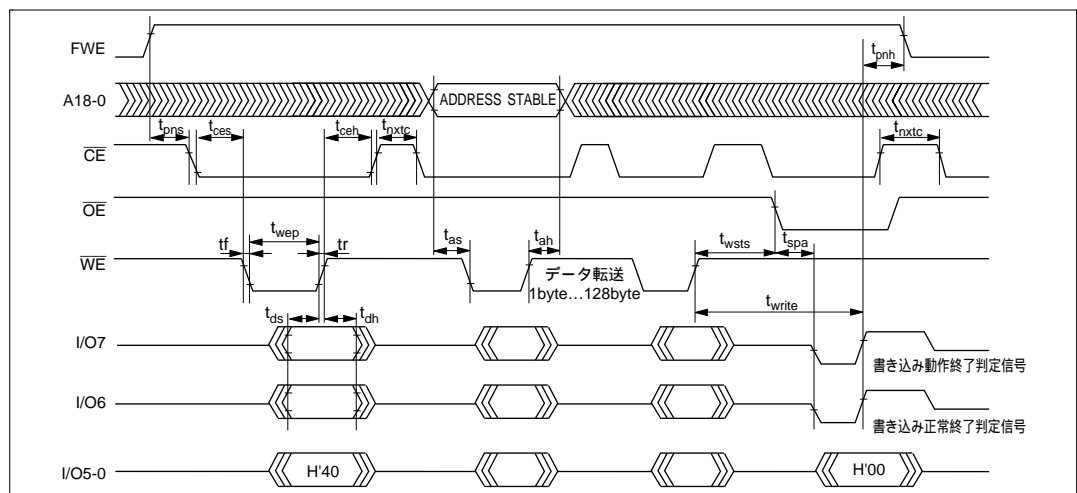

図 20.25 自動書き込みモードのタイミング波形
- (1) 自動書き込みモードでは、128バイト同時書き込みを行います。これは、バイトデータを128回連続で転送してください。
- (2) 128バイト以下の書き込みでも128バイトのデータ転送を行う必要があります。必要ないアドレスへのメモリ書き込みは、データをHFFにして書き込みを行う必要があります。
- (3) 転送するアドレスの下位7ビットは、ロー状態にしてください。有効アドレス以外を入力した場合は、メモリ書き込み動作に移行しますが、書き込みエラーとなります。
- (4) メモリアドレスの転送は、第2サイクルで行います(図20.25)。第3サイクル以降では転送しないでください。
- (5) 書き込み動作中は、コマンド書き込みを行わないでください。
- (6) 書き込みは、各アドレスの128バイト単位のブロックに対して、1回の自動書き込みで行ってください。既に書き込まれたアドレスブロックへの2回以上の追加書き込みは行えません。
- (7) 自動書き込み正常終了の確認には、I/O6を調べることにより行います。または、ステータス読み出しモードを使用しても確認することができます(I/O7番のステータスポーリングは、自動書き込み動作終了判定用端子です)。
- (8) ステータスポーリングのI/O6、I/O7端子情報は、次のコマンド書き込みまで保持されます。次のコマンド書き込みが行われてなければ、 \overline{CE} 、 \overline{OE} をイネーブルにすることにより読み出し可能となります。